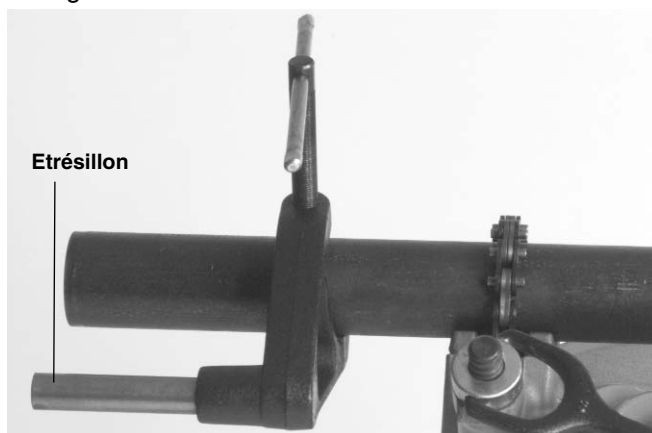

Figure 4 – Utilisation de l'étrésillon n° 691 lors du filetage des tuyaux Ø 3/4 po ou plus
- Positionnez l'étrésillon n° 691 sur le tuyau de manière à ce que son extrémité s'aligne sur l'extrémité du tuyau (Figures 4 et 5). Assurez-vous que les mâchoires s'engagent bien d'équerre sur le tuyau, puis serrez la poignée à fond afin d'empêcher le dérapage des mâchoires.